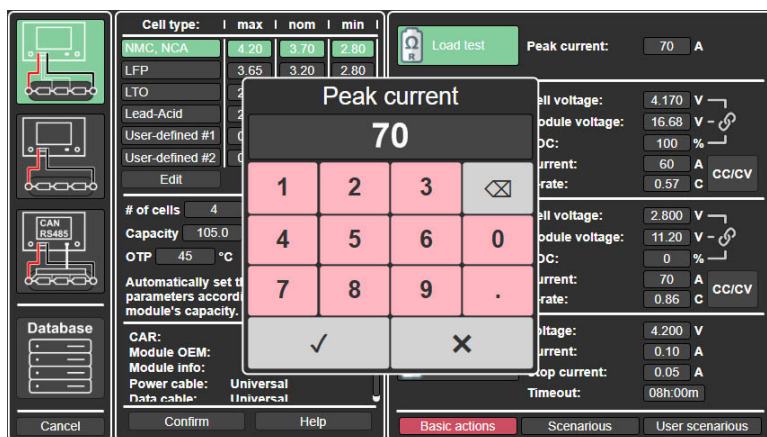

Figura 19
- 4) Valor de la corriente durante la prueba (ver más detalles en la sección 6.4.1). Al pulsar sobre el valor de la corriente se abrirá una ventana en la que se podrá modificar este parámetro (ver Figura 19).